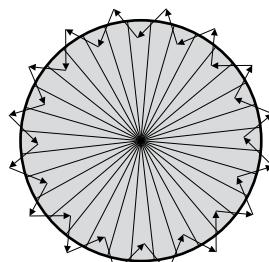

Bild 19
4. Gå från utsidan genom detektorområdet tills den röda lysdioden och belastningen slås på i ca. 2 sek, stäng sedan av, triggas sedan igång med 2 sek intervall (se bild 19).